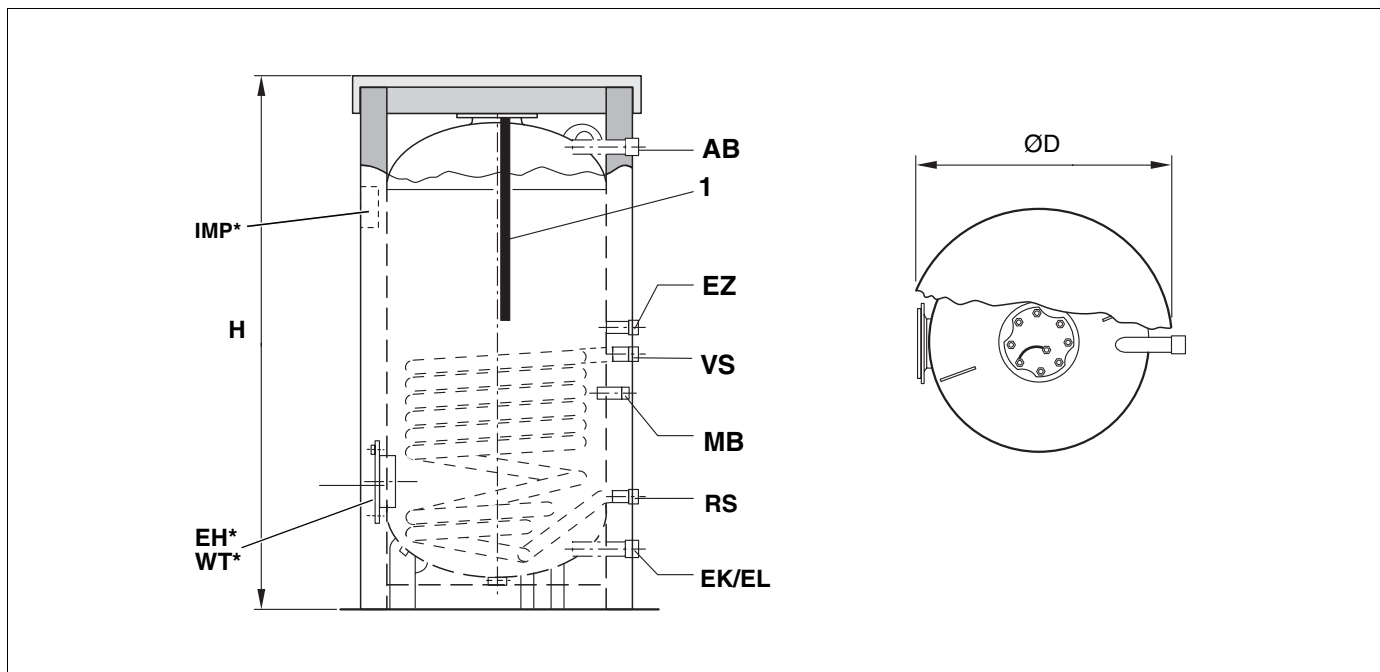

Abb. 2 Abmessungen und Anschlüsse
- Fühler in Tauchhülse an Speicherrückseite montieren (Abb. 2, Seite 4).